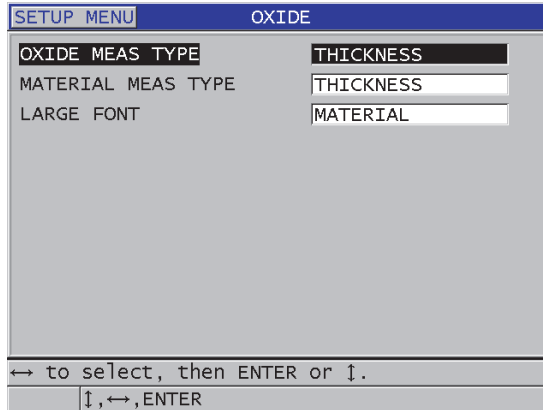

Figura 7-2 Pantalla ÓXIDO
9. En la pantalla **ÓXIDO** (ver Figura 7-2 en la página 119):